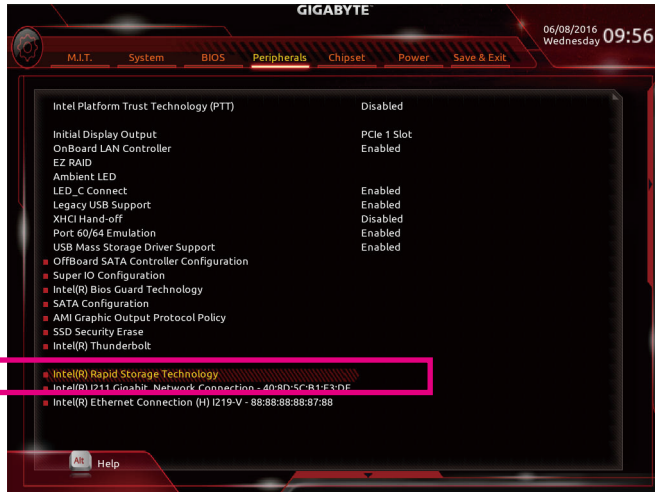

图7
重启机后，请进入BIOS程序设置画面，再进入「Peripherals\Intel(R) Rapid Storage Technology」子选单(图7)。